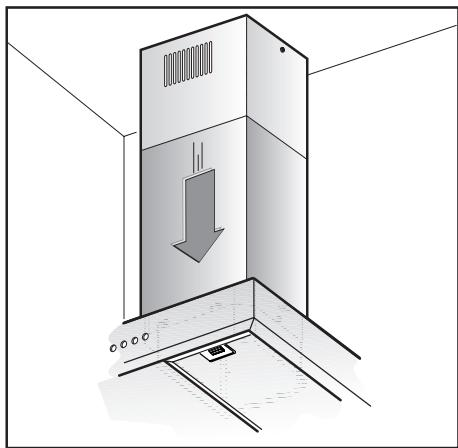
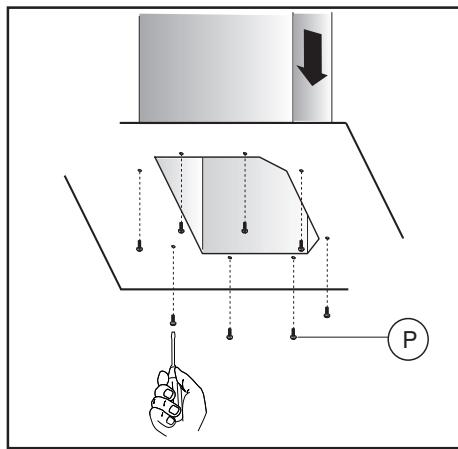
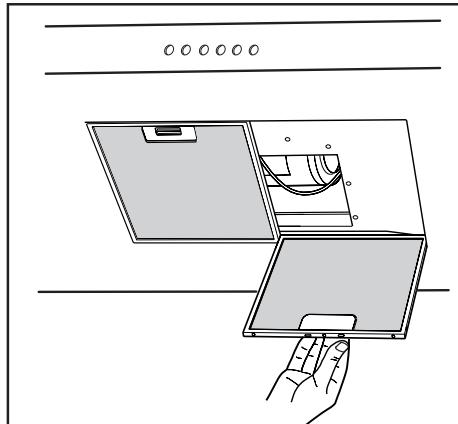

Fig.13
Fig.14
Fig.16
Voordat u verder gaat met de montage dient u, om het apparaat makkelijker te kunnen verplaatsen, de antivfilter(s) te verwijderen (Afb.16).
- Verwijder het plakband **L** en plaats de onderste schoorsteen boven op het hoofddeel van de kap (afb.13). Indien uw apparaat uitgerust is met de onderste schoorsteen die met schroeven op het hoofddeel van de kap bevestigd moet worden, dan verwijderd u de vettfilters van de kap met behulp van de betreffende handgrepen (afb.16). Schroef vervolgens de leiding van de onderste schoorsteen vast vanuit de binnenkant van de kap, gebruik makend van de schroeven **P** (afb. 14). Plaats tenslotte de filters terug in hun zittingen.